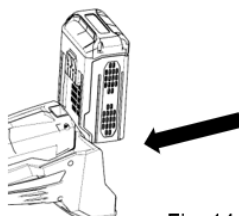

Fig. 14
1. Insérez la batterie dans les emplacements jusqu'à ce que vous entendiez un « clic » (Fig. 14).